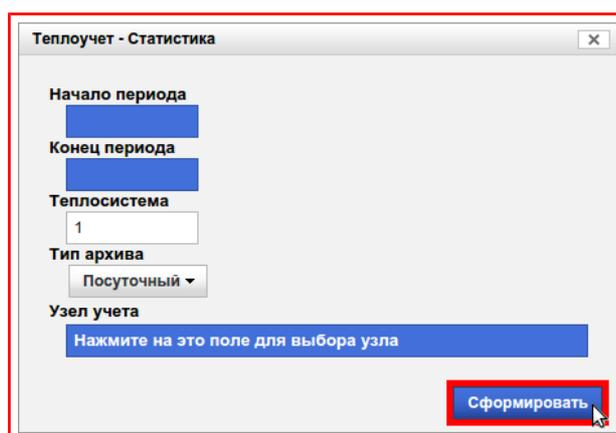

Рисунок 11.4 — Кнопка «Сформировать»
- 6) Нажать на кнопку **«Сформировать»**, рисунок 11.4.